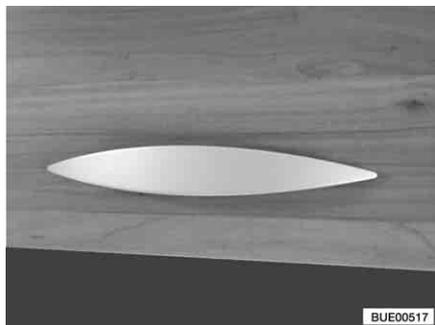

Fig. 41 Trampa de muebles con tirador (ejemplo)
- Tirar del tirador (Fig. 41) hasta que la trampa quede abierta.